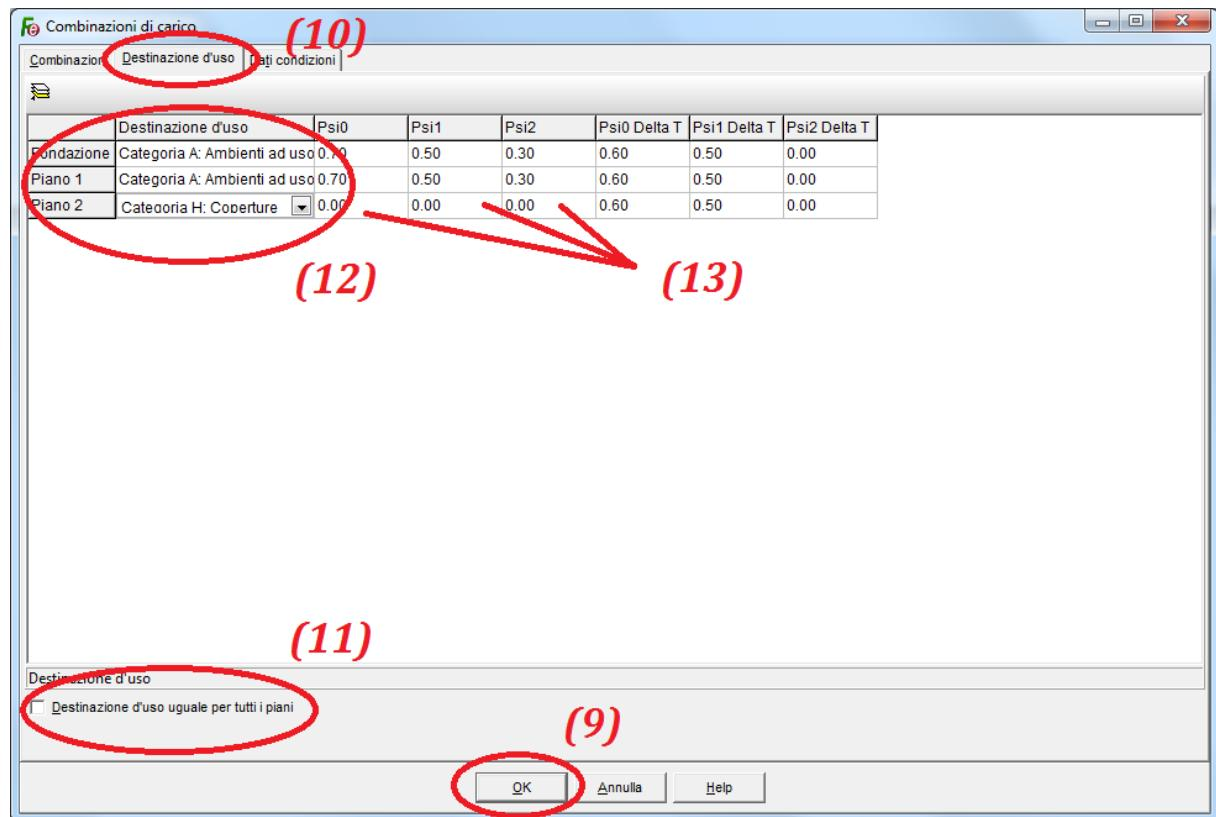

Figura 12
A questo scopo, con riferimento alla figura 12, eliminare il segno di spunta dall'opzione ‘Destinazione d'uso uguale per tutti i piani’ (11) per fare in modo che impalcato per impalcato sia possibile diversificare la natura del carico variabile.